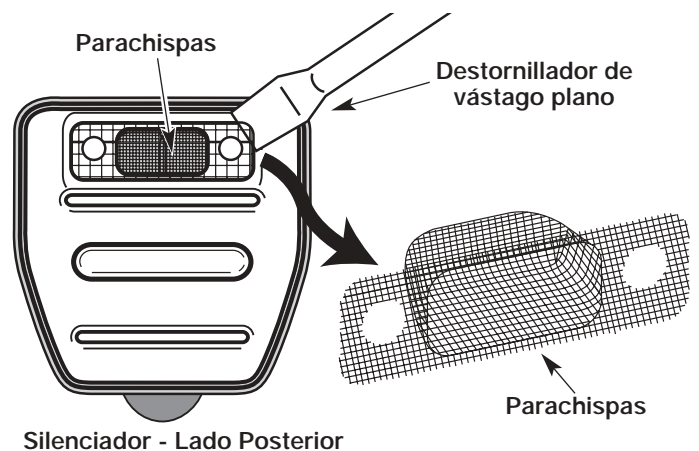

Fig. 29
4. Despegue cuidadosamente el parachispas con un destornillador de punta plana del orificio en bajo relieve (Fig. 29). Quite el parachispas del silenciador.
5. Limpie el parachispas con un cepillo de cerdas metálicas. Cámbielo si está dañado o si no lo puede limpiar completamente (Fig. 29).